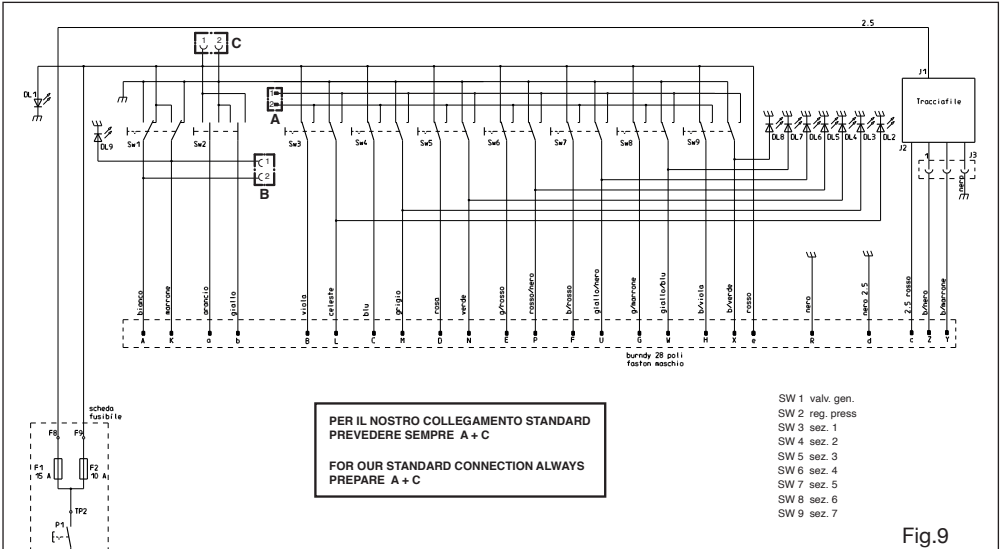

Fig.9
By default the section valves are independent from the main valve (fig. 9 standard connection A + C); by connecting A + B the section valves depend on the general valve.
Sul lato destro del box sono posizionati due fusibili da 10A e 15A (pos. 3 e 5 fig.8). Il fusibile da 10A serve per la protezione dei settori acqua, il fusibile da 15A serve per la protezione del comando tracciabile. Cambiando la posizione dei connettori siglati A - B - C posti all'interno del box, si può modificare il funzionamento dello stesso. Di default le valvole di sezione sono indipendenti dalla valvola generale (fig. 9 collegamento standard A + C); collegando A + B le valvole di sezione dipendono dalla valvola generale.